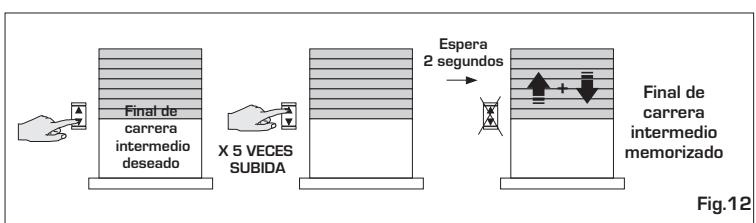

Fig. 12
- Si la operación se ha realizado correctamente, el motor memoriza la nueva configuración unos 2 segundos después de la última presión del botón y ordena 2 pequeños movimientos (uno hacia arriba y otro hacia abajo) para indicar que el final de carrera intermedio ha sido memorizado (véase la Fig. 12).